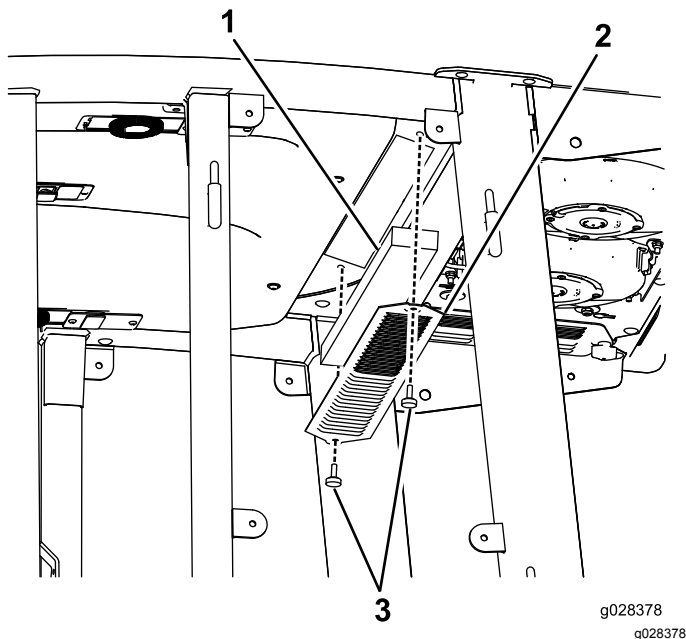
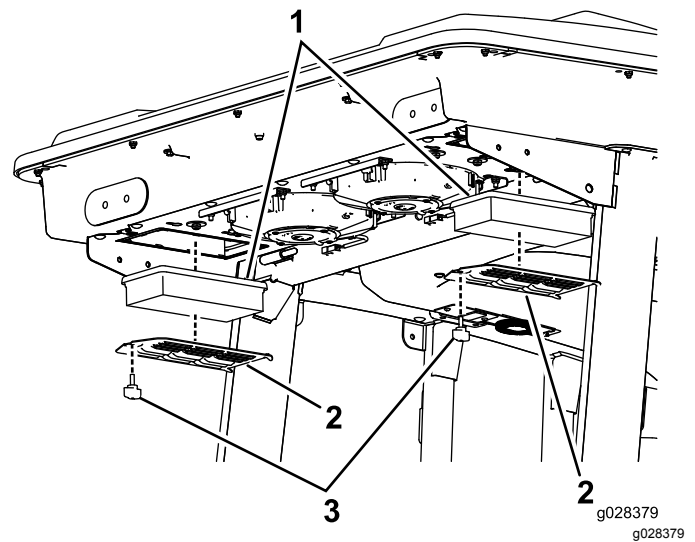
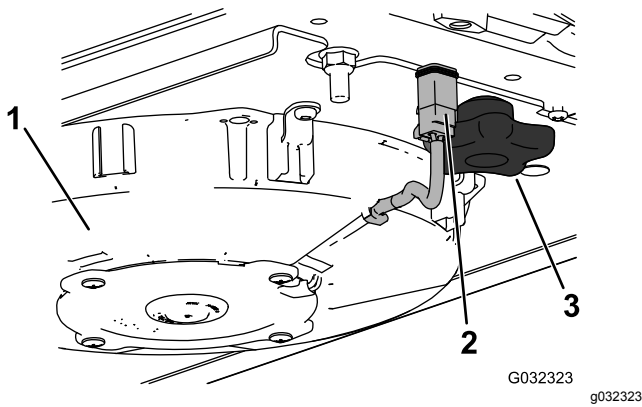
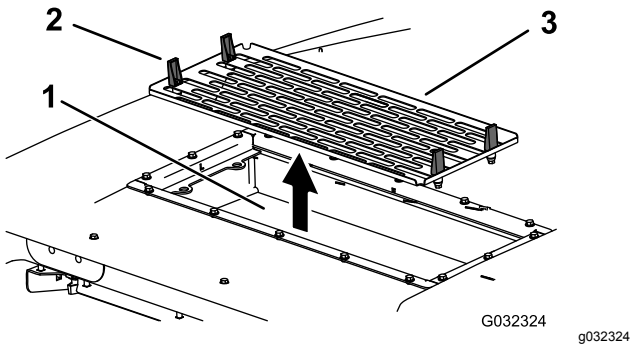

Figura 117
Figura 118
Figura 119
Figura 120
1. Retire los tornillos y las rejillas que cubren el filtro interior y el trasero de la cabina (Figura 117 y Figura 118).
5. Retire los filtros de aire (consulte **Figura 118**).
7. Instale los filtros de aire, la rejilla y el conjunto del ventilador (**Figura 118**, **Figura 119** y **Figura 120**).
8. Conecte el cable de cada ventilador (**Figura 119**).